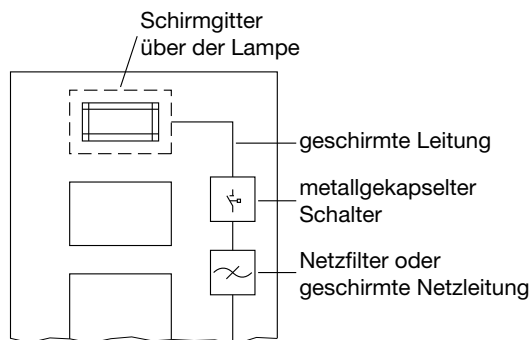

Abb. 4: Maßnahmen zur Entstörung von Leuchtstofflampen im Schrank
- ☐ Vermeiden Sie den Einsatz von Leuchtstofflampen, weil diese Lampen Störfelder erzeugen. Wenn auf Leuchtstofflampen nicht verzichtet werden kann, sind die in Abbildung 4 gezeigten Maßnahmen zu treffen.